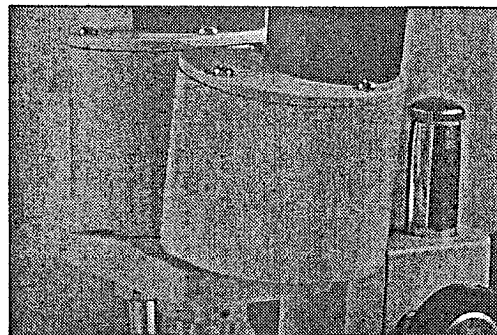

Abb. 3 : Die Prismenkörper
- 1 - Pupillenabstand regeln. Das heißt Okulare augenabstandsgerecht durch Spreizen der Okularträger einstellen (Abb. 3).